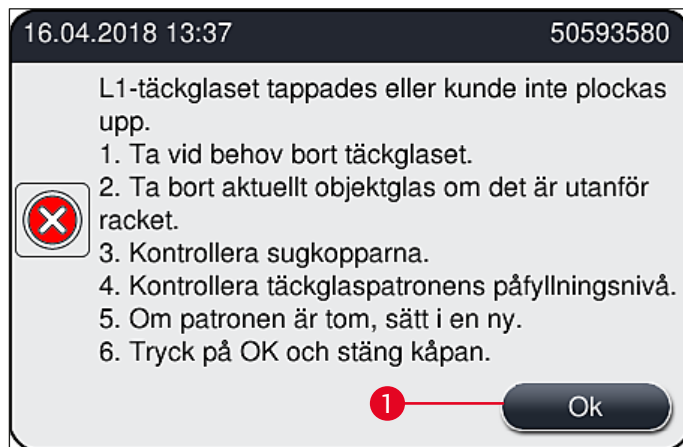

Bild 110
Om **Pick&Place-modulen** tappar ett täckglas under överföringen till objektglaset eller om **Pick&Place-modulen** inte lyckats överföra ett täckglas från täckglasmagasinet efter tre försök, får användaren ett felmeddelande om detta (→ Bild 110).
- ① Om det här meddelandet (→ Bild 110) visas, måste användaren först kontrollera om det är ett täckglas som tappats vid överföringen till objektglaset eller om **Pick&Place-modulen** misslyckats med att hämta ett täckglas från täckglasmagasinet.